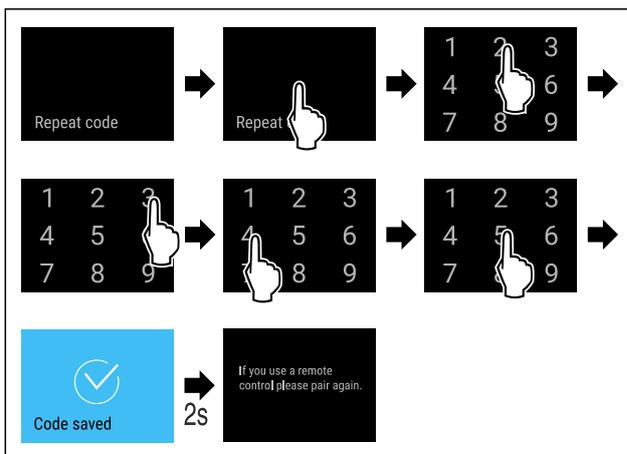

Fig. 93
► Handlungsschritte (siehe Fig. 93) durchführen.